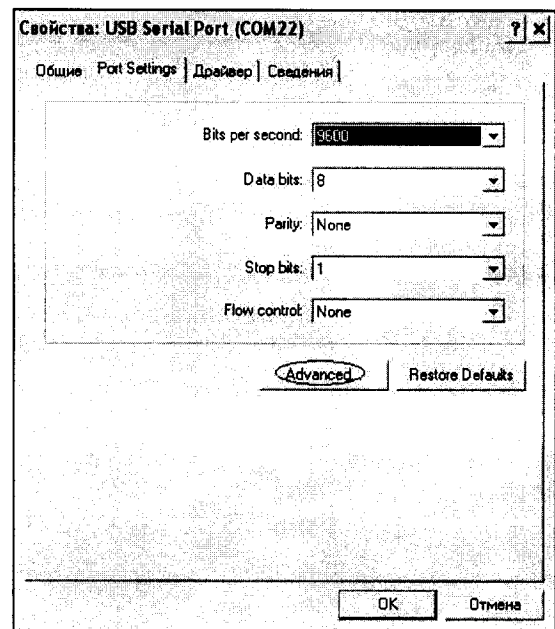
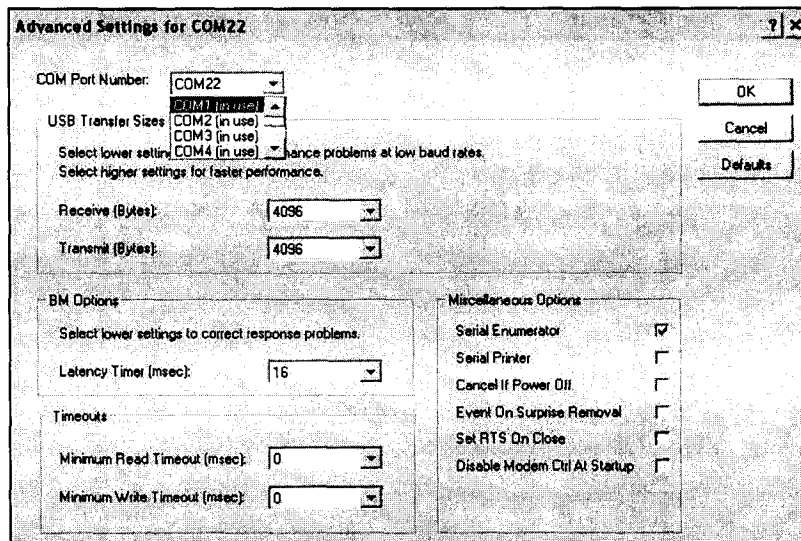

Рисунок 2.7 – Окно свойств USB-порта
Рисунок 2.8 - Дополнительные настройки драйвера
2.6.5.2.3 Перейти на вкладку «Параметры окна», нажать кнопку «Дополнительно» (рисунок 2.7) и в выпадающем списке «Номер Com- порта» выбрать «COM 1» (рисунок 2.8) и нажать кнопку «ОК».